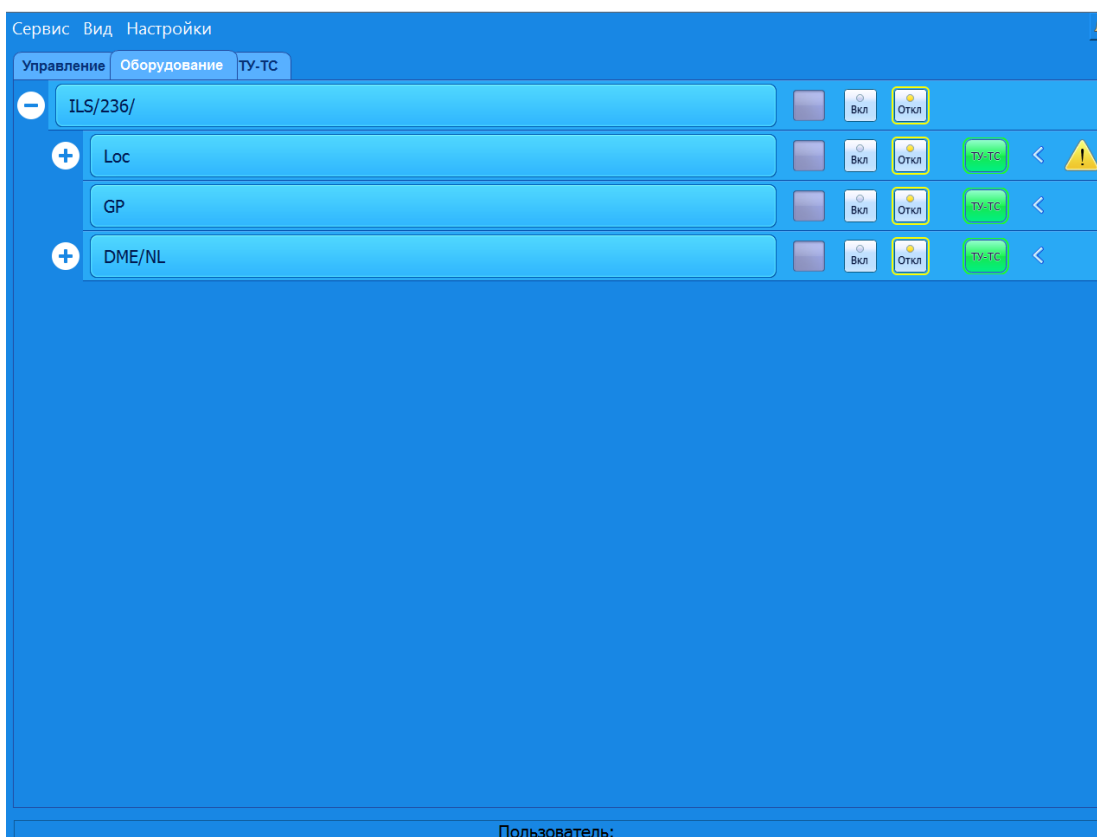

Рисунок 2.3 – Вид вкладки «Все объекты»
2.2.4 На вкладке «Все объекты» (рисунок 2.3) расположен список всех объектов, подключенных к МАРМ. Каждая строка отображает информацию об одном подключенном объекте.